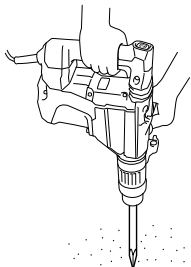

Fig. 11
2. Comment buriner ou démanteler (Fig. 11)